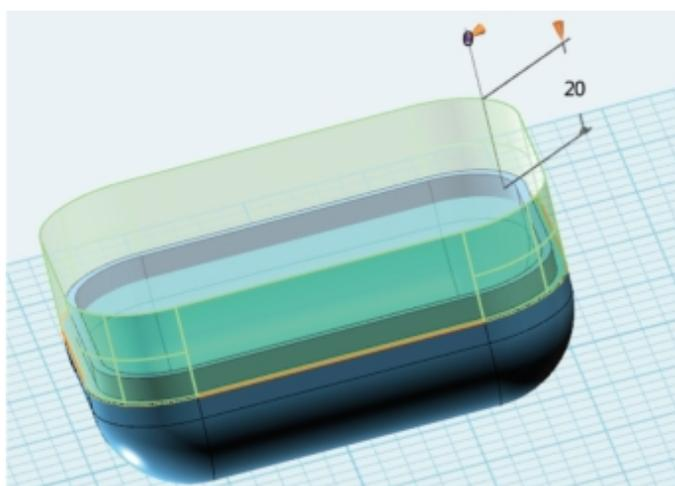

图7-4-9 拉伸
⑥拉伸成实体。单击“特征造型”→“拉伸”, 拉伸高度为20 mm, 选择基体, 如图7-4-9所示。